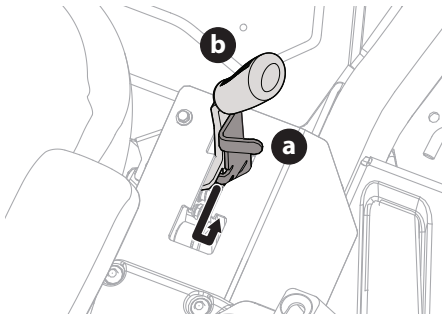

Figure 1
1. Pour engager la tige de dérivation, tirez sur le levier de dérivation des transmissions (a) placé à la droite du siège du conducteur (près du levier du frein de stationnement (b)) et placez-le dans l'encoche à droite de la fente (Figure 1).